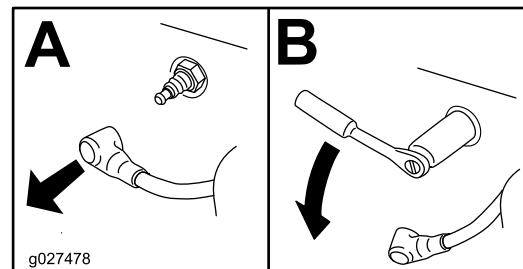

Figura 63
4. Localice y retire la(s) bujía(s), como se muestra en la Figura 63.